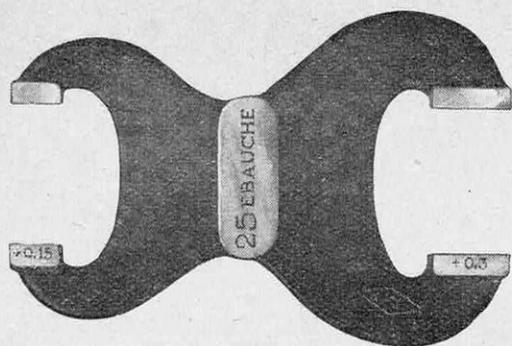
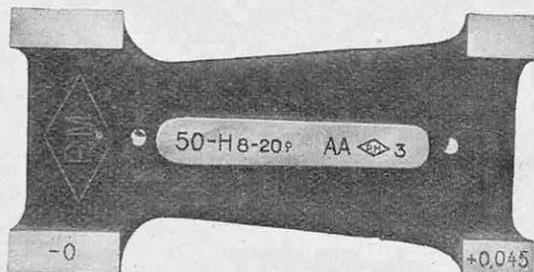

FIG. 1. — CALIBRE-MACHOIRE DOUBLE POUR LA VÉRIFICATION DES ARBRES
FIG. 2. — JAUGE DOUBLE POUR LA VÉRIFICATION DES ALÉSAGES
*Ce tampon est utilisé comme la jauge de la figure 2.*
Deuxièmement, on doit pouvoir vérifier que l'on est bien dans les tolérances voulues. Cette vérification se fait avec des instruments de mesure appropriés : calibres, tampons, jauges ou broches à bouts sphériques (fig. 2, 3 et 4) pour les alésages et calibres à deux mâchoires (fig. 1) pour les arbres. Bien entendu, ces instruments de mesure doivent être fabriqués avec une précision bien supérieure aux tolérances admises pour la pièce usinée. En effet, soit, par exemple, à réaliser une pièce comprise entre 10 millimètres et 10 mm 1 : supposons d'abord que l'on ait un instrument de mesure précis au centième de millimètre. On pourra donner à l'ouvrier une tolérance entre 10 mm 01 et 10 mm 09 pour être sûr que la pièce reste dans les limites permises.